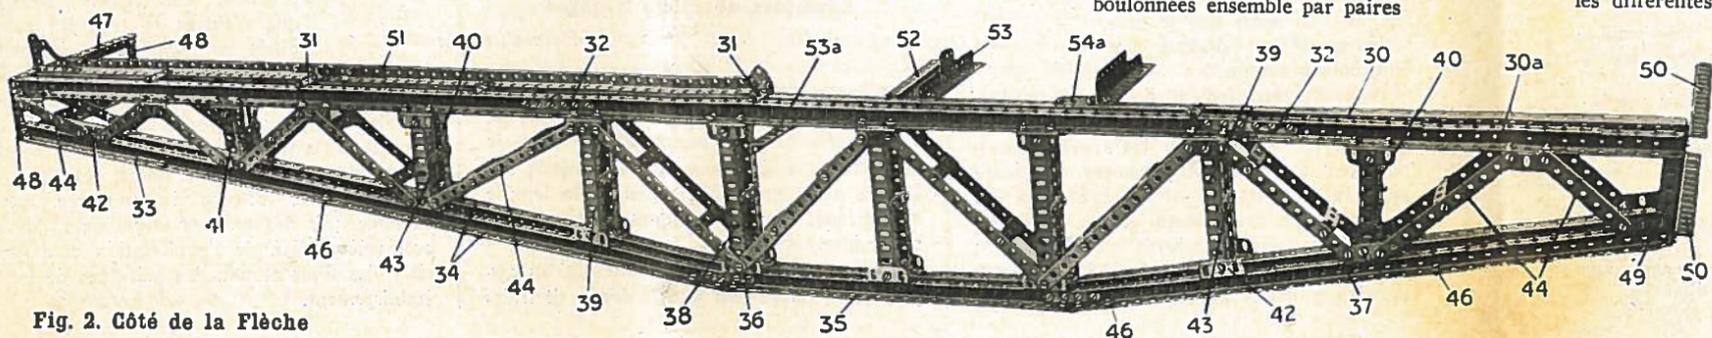
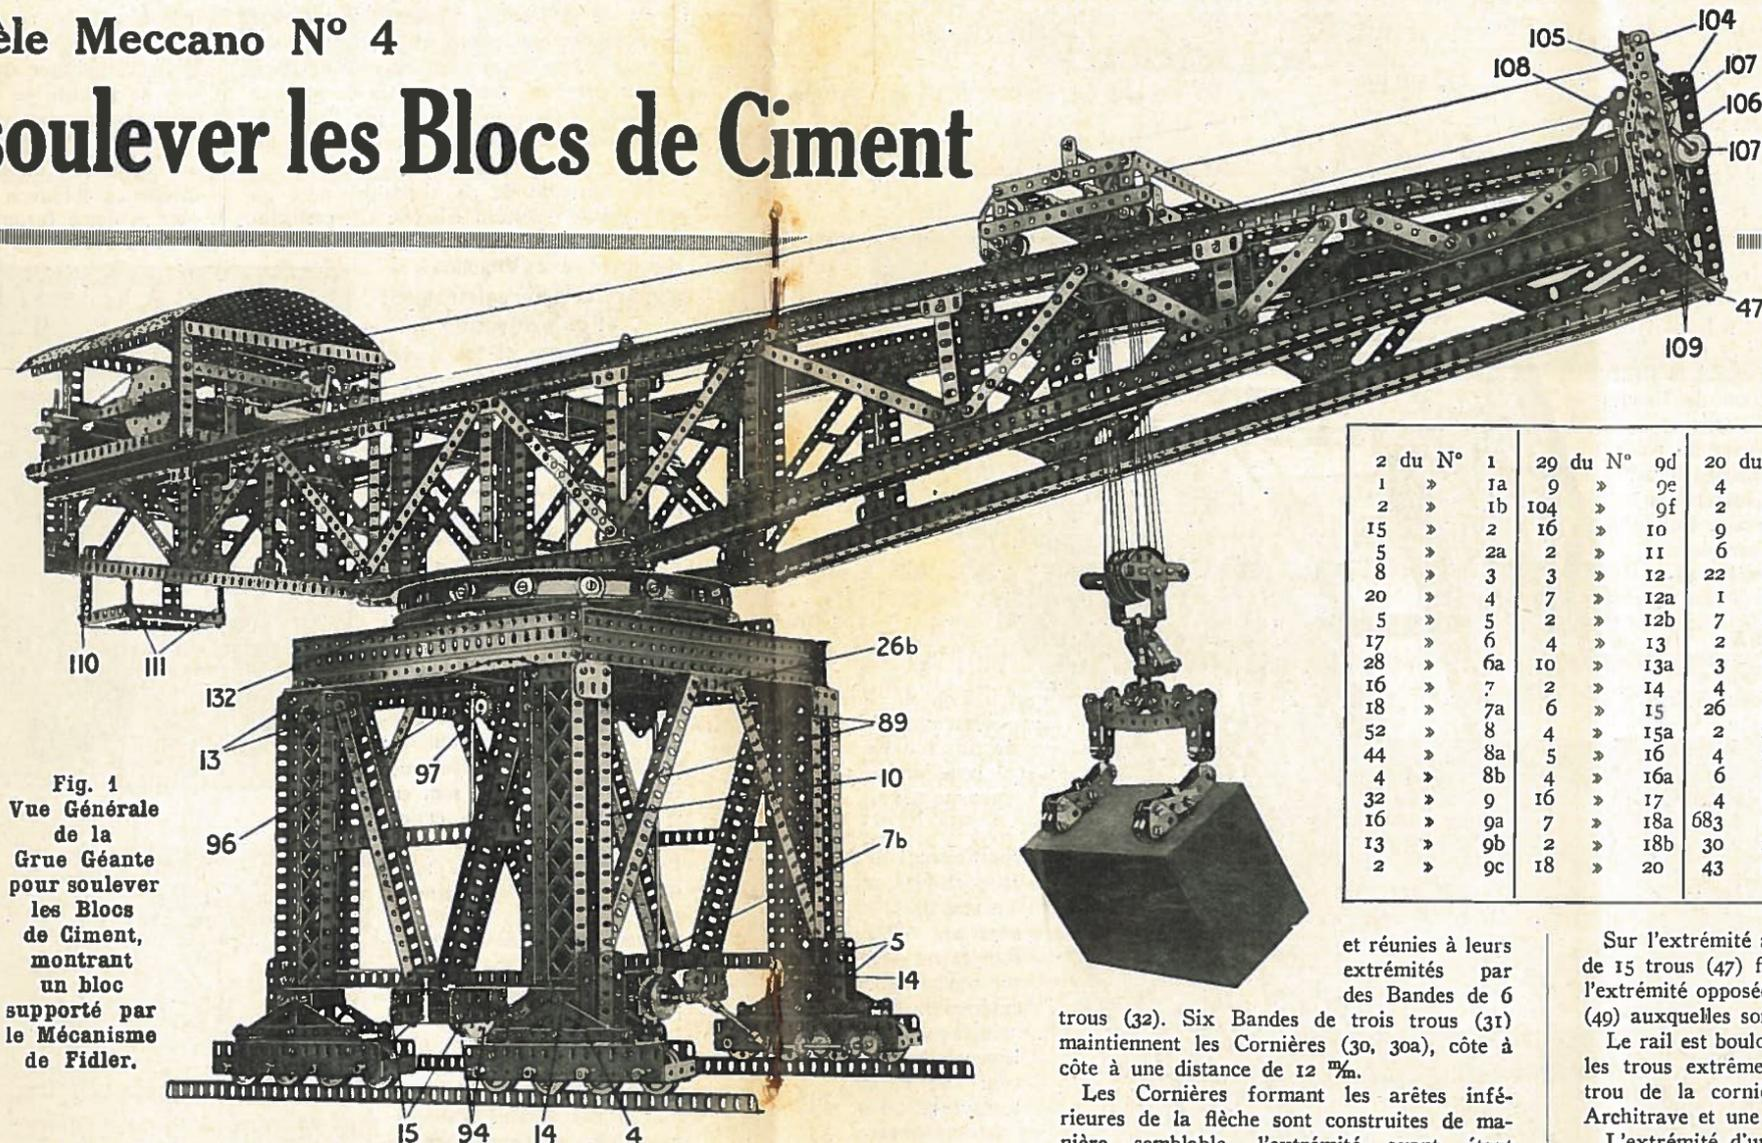

Fig. 2. Côté de la Flèche
Fig. 1
La Figure 2 est une vue d'un côté de la flèche, l'autre côté est exactement semblable mais a été supprimé pour plus de clarté. Chaque côté doit être construit séparément d'après les instructions données ci-dessous, et le tout monté ensuite dans l'ensemble.
Les Cornières verticales (38, 39, 40, 41) qui ont respectivement 11, 9, 7 et 5 trous, sont boulonnées aux Cornières supérieures (30, 30a) et aux Cornières inférieures (35, 34, 33 et 37) par intermédiaire de Cornières de trois trous (42), et sont réunies par des Bandes de 3 trous (43), tandis que les étais obliques (44) représentés sur la Fig. 2 et dont nous voyons les différentes longueurs sont boulonnés aux Cornières (42) et assemblés par des Bandes Courbées de 38x38 mm (45). On notera que les Bandes (44) ne sont pas dans chaque montant fixées au même point de la courte Cornière (42) et quoiqu'il n'y ait pas de Cornière verticale (correspondant aux Cornières 38, 39, 40, 41) près de l'extrémité de la flèche, la courte Cornière (42) y est placée pour permettre à la Bande (44) d'y être attachée. Les Cornières en forme d'U sont assemblées de la même façon que les Cornières supérieures (30, 30a) par des Bandes de 3 trous aux points (46).
Les deux Cornières verticales de 11 trous (104) boulonnées aux Cornières (47 voir Fig. 2, 4) portent une Cornière de 9 trous (105), et constituent des supports pour une Tringle de 11 mm 5 (106) à laquelle sont fixées des Poulies de 25 mm (107). On donne à la structure une solidité encore plus grande par l'adjonction de Bandes de 5 trous (108) et par des Bandes croisées de 12 mm (109).
Le « berceau » (110) (Fig. 1) est établi pour porter un poids servant à contrebalancer le porte-à-faux de la flèche, il est constitué par deux Cornières de 7 et de 9 trous, suspendues sur une paire de Cornières de 5 trous, boulonnées aux Cornières inférieures de 15 trous (50) (Fig. 2) et par deux Bandes de 3 trous (111), qui sont fixées à la Cornière assemblée en U (37) par l'intermédiaire d'Equerres.